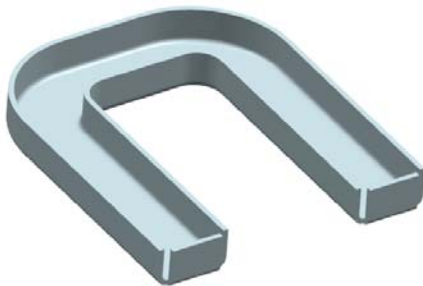

图 10-15 创建高级弯边特征 4
(9) 在“高级弯边”对话框中单击  按钮，创建高级弯边特征 4，如图 10-15 所示。